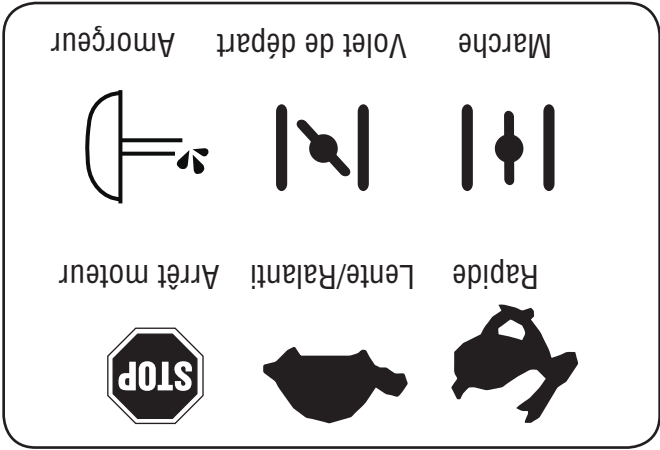

Figure 5-1
**Familiarisez-vous** avec les symboles représentés à la Figure 5-1 avant d'essayer de mettre le moteur en marche. Si ce moteur est contrôlé à distance par l'équipement sur lequel il est installé, assurez-vous aussi de lire attentivement la notice d'utilisation de l'équipement.